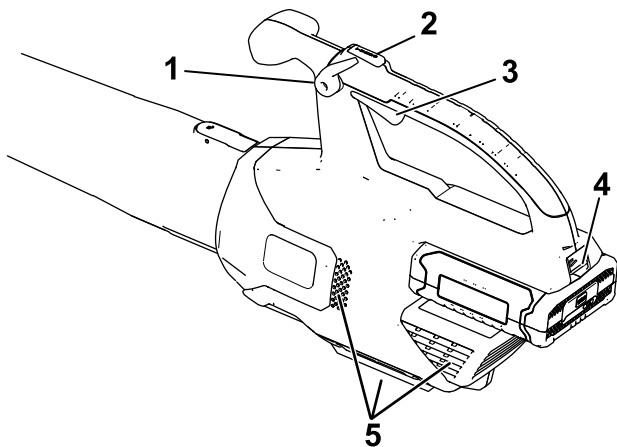

Bild 4
2. Drücken Sie den Abzug für variable Geschwindigkeit, um den Laubbläser anzulassen (Bild 4).
**Hinweis:** Aktivieren Sie die Geschwindigkeitssperre, damit die Maschine läuft, ohne dass Sie den Abzug für die variable Geschwindigkeit drücken müssen (Bild 4).
Halten Sie die Turbotaste für die gewünschte Dauer gedrückt, um die Gebläsegeschwindigkeit zu erhöhen (Bild 4).
Deaktivieren Sie die Geschwindigkeitssperre (falls verwendet) und lassen Sie den Abzug für variable Geschwindigkeit los, um den Laubbläser zu stoppen (Bild 4).